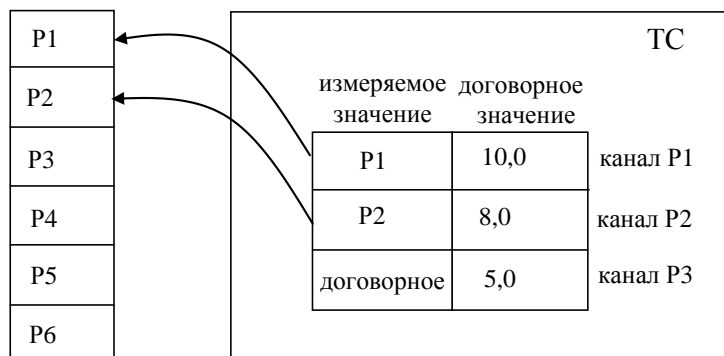

Рисунок 6.2
**3** - В каждом канале расхода, температуры и давления в ТС параметр может быть задан как измеряемым, так и договорным. Например (см. рисунок 6.2): в случае отказа ПД в каналах Р1 и Р2, при выборе соответствующего типа реакции на НС, вместо измеренного давления в расчетах будут использоваться договорные значения, а в канале Р3 – всегда используется только договорное значение и, естественно, для этого канала не задаются верхнее и нижнее пороговые значения.